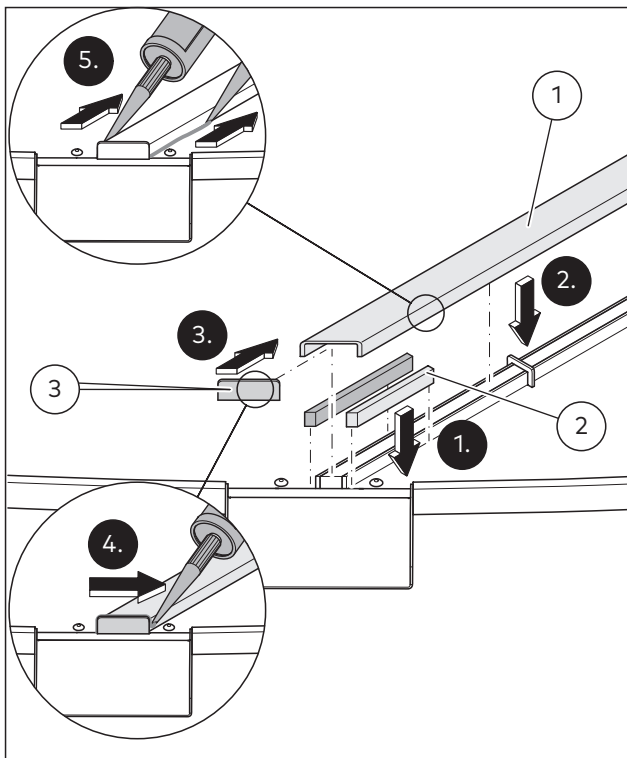

Abb. 129 Montage der U-Profile
1. An den Enden der Naht in der Nähe der Wasserabflüsse Fugendichtband (Abb. 129/2) anbringen.
2. Die U-Profile (Abb. 129/1) auf die Nähte zwischen den Abdeckungsteilen legen.
3. Die Endstücke (Abb. 129/3) auf das U-Profil kleben.